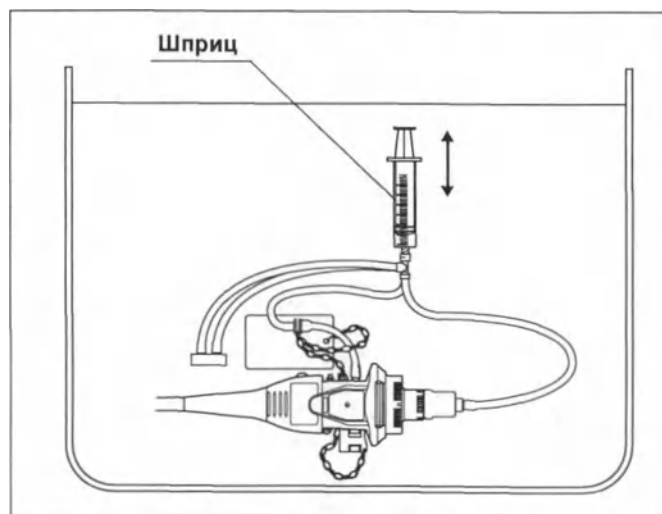

Рис. 5.49
- 6** Полностью погрузив шприц в воду, медленно оттяните поршень шприца, чтобы заполнить шприц водой. Затем надавите на поршень, чтобы промыть аспирационный канал 90 мл воды (т. е. прокачав содержимое шприца не менее трех раз). (см. рис. 5.49)
- 8** Полностью погрузив шприц в воду, медленно оттяните поршень шприца, чтобы заполнить шприц водой. Затем надавите на поршень, чтобы промыть канал подачи воздух/вода 90 мл воды (т. е. прокачав содержимое шприца не менее трех раз). (см. рис. 5.49)